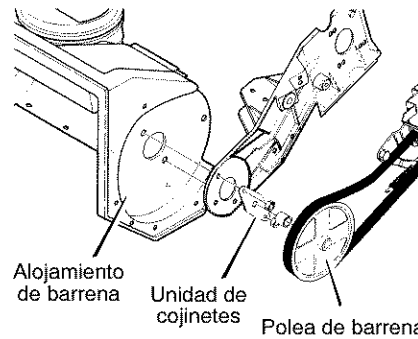

Figura 13
2. Deslice la **funda del cable** para que deje expuesto el **soporte de ajuste del cable** (Figura 13).